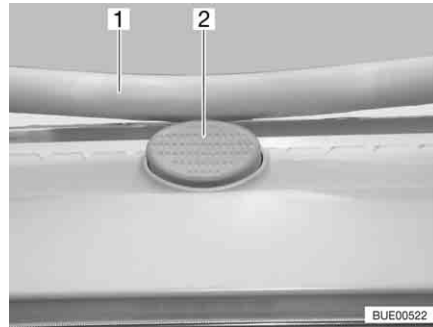

Bild 77 Sicherungsknopf an der Heki-Dachhaube
- Den Sicherungsknopf (Bild 77,2) drücken und den Bügel (Bild 77,1) mit beiden Händen nach unten ziehen.
- Den Bügel mit beiden Händen nach oben drücken, bis der Bügel oberhalb des Sicherungsknopfes (Bild 77,2) liegt.